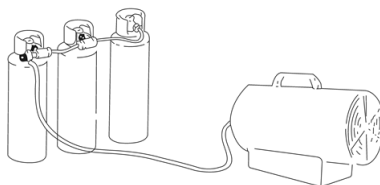

Figura. 2
- Per ogni kilowatt (KW) di potenza del riscaldatore, deve essere presente un'area di ventilazione permanente di 25 cm³. Questa ventilazione deve essere distribuita uniformemente tra pavimento e soffitto, con un'uscita totale minima di 250 cm³ per garantire un funzionamento sicuro ed evitare l'accumulo di gas.
- Se il riscaldatore funziona alla massima capacità per periodi prolungati, potrebbe formarsi del ghiaccio sulla bombola del gas a causa dell'eccessivo prelievo di vapore. Tuttavia, il cilindro non deve mai essere riscaldato per risolvere questo problema. Per evitare o ridurre questo effetto, è necessario utilizzare un cilindro più grande o due cilindri collegati (vedere Figura 2).